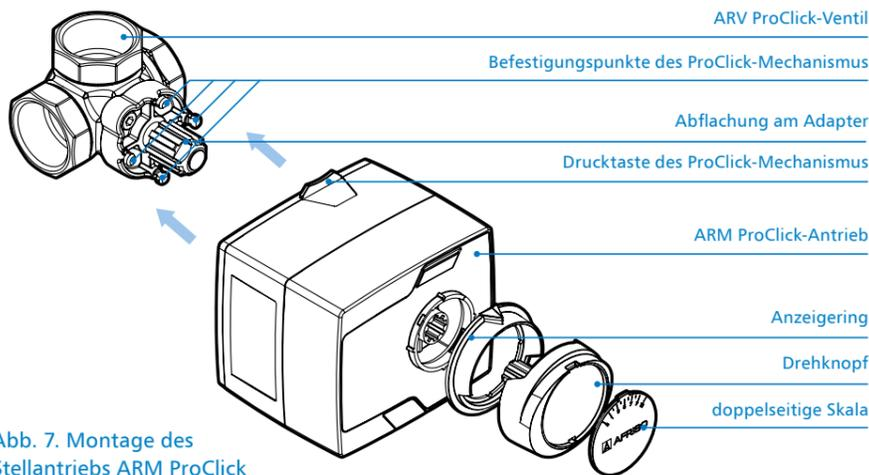

Abb. 7. Montage des Stellantriebs ARM ProClick
- Schieben Sie den Stellantrieb auf das Mischventil, bis sich die Befestigungspunkte des ProClick-Mechanismus des Ventils in den entsprechenden Löchern auf der Rückseite des Stellantriebs befinden und der Montagemechanismus in ihnen einrastet (Abb. 7). Verwenden Sie KEIN Werkzeug!